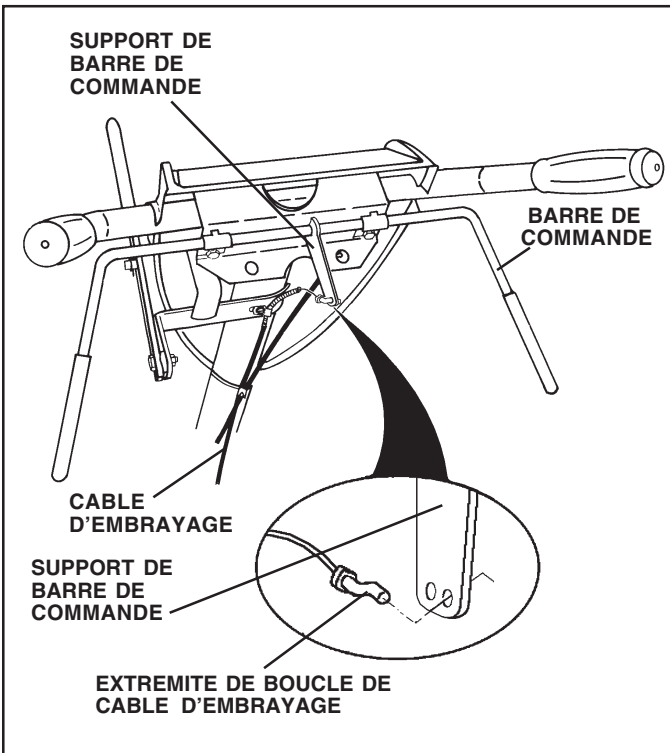

FIG. 6
## ATTACHER LE CABLE D'EMBAYAGE (Voyez la Fig. 6)
- Assurez que l'indicateur de levier de changement de vitesse est en position point mort ("N") (Voyez la Fig. 6).